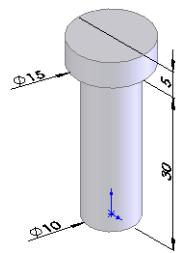
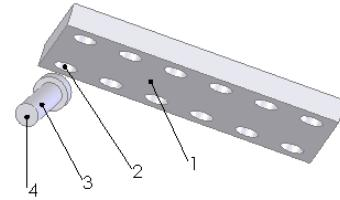

图 7-36 圆柱零件尺寸图示
图 7-37 插入零件后的装配体
命令, 或单击工具栏中的“插入零部件”按钮, 插入已绘制的名为“圆柱”文件, “圆柱”零件的尺寸如图 7-36 所示。调节视图中各零件的方向, 结果如图 7-37 所示。
**05** 设置属性管理器。系统弹出“配合”属性管理器, 将如图 7-37 所示的平面 1 和平面 4 添加为“重合”配合关系; 将圆柱面 2 和圆柱面 3 添加为“同轴心”配合关系, 注意配合的方向。